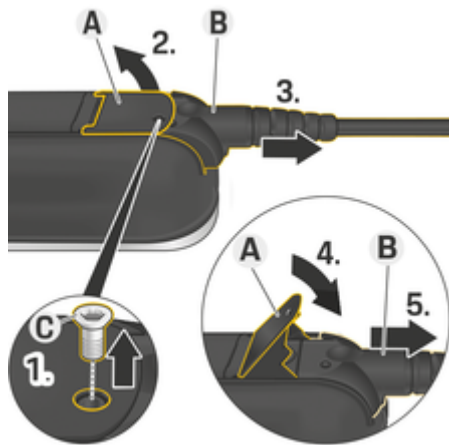

Fig. 15: Desligar cabos
1. Retire o parafuso **C** (Fig. 15) com uma ferramenta adequada.
2. Levante a alavanca **A** (Fig. 15).
3. Puxe a ficha **B** (Fig. 15) para fora até sentir resistência.
4. Feche a alavanca **A** (Fig. 15).
5. Puxe a ficha **B** (Fig. 15) completamente para fora.